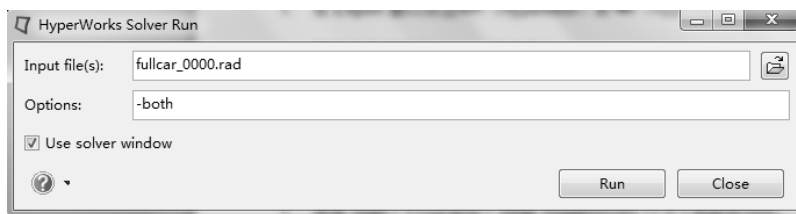

图 8-48 设置求解
(1) 选择 Start > Programs > Altair HyperWorks 11.0 > RADIOSS。
(2) 在 Input file 栏选择上述输出路径下的 fullcar_0000.rad, 如图 8-48 所示。